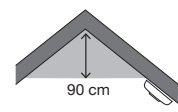

FIGUR 2. Bolig med flere etasjer
**Bolig med flere etasjer:** For å få et minimumsnivå av beskyttelse plasseres én alarm i trappehuset (inngangsnivå) og ytterligere én alarm over trappeavsatsen i øverste etasje, samt én alarm i taket i kjelleren ved foten av trappen. Dette dekker kjelleren, men ikke krypkjeller og uinnredede loftsrom. Se eksempel i figur 2.